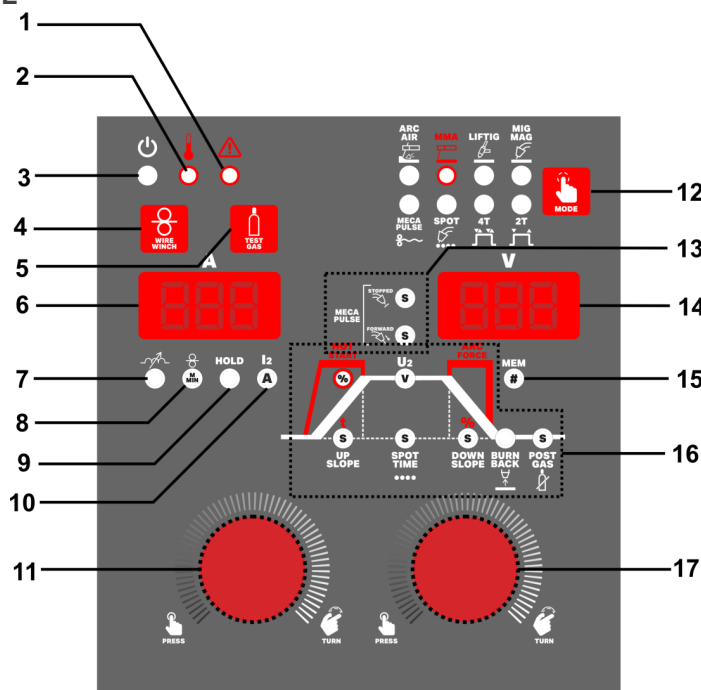

Fig. 1
- Destornillar la tuerca de sujeción (1- Fig.2) para colocarse la bobina de hilo (3- Fig.2) sobre el portabobinas (4- fig.1). Confirmar que el sistema de freno (2- Fig.2) queda operativo, con el perno del portabobinas (5- Fig.2) correctamente introducido en el agujero de la bobina (3- Fig.2). Después de colocada la bobina, apretar la tuerca de sujeción.